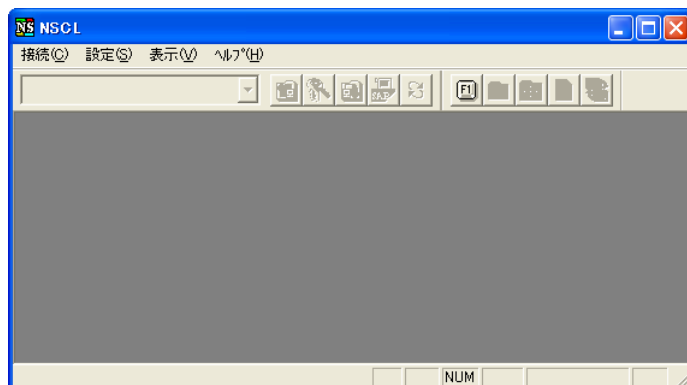

図 2-10 接続切断終了後の画面
- ② 接続の切断が完了すると、図 2-10のような画面になります。